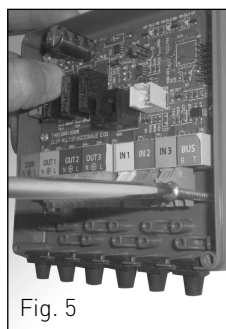

Fig. 5
- fixe a central na parede e insira os dois parafusos de fixação (fig. 5), antes de apertá-los verifique que toda a central esteja perfeitamente apoiada à parede e nivelada, tanto no sentido horizontal quanto vertical. Caso contrário efectue os ajustes necessários atuando no parafuss de fixação.